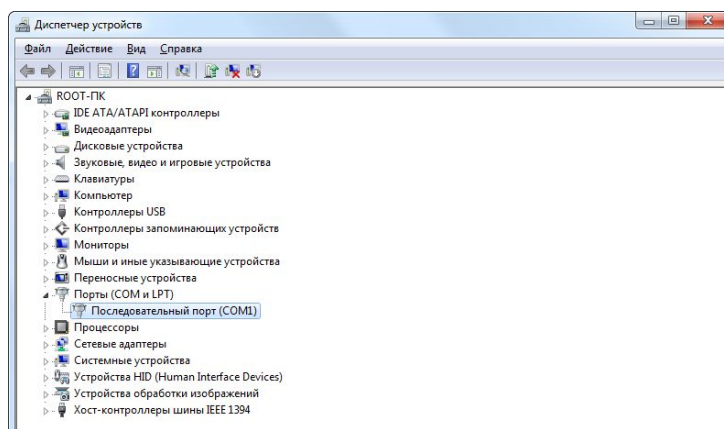

Рисунок 9 - Диспетчер устройств ПК
**ВАЖНО!** Номер активного COM-порт можно посмотреть в Диспетчере устройств ПК (рисунок 9)